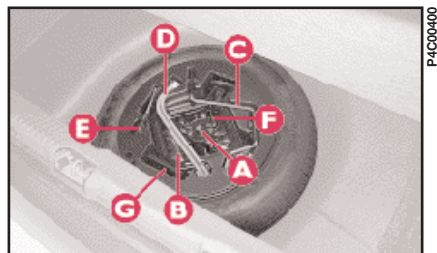

fig. 2
- Estrarre il supporto completo di attrezzi, svitando il dispositivo di bloccaggio **A** (fig. 2).
5) Inserire gli altri tre bulloni, utilizzando la prolunga **F** (fig. 2) (allestimento 1.2 16V  **blu**).
6) Avvitare i bulloni, utilizzando l'apposita chiave **D** (fig. 2).
Per svitare/avvitare il cappuccio della valvola di gonfiaggio, usare la prolunga **F** (fig. 2).